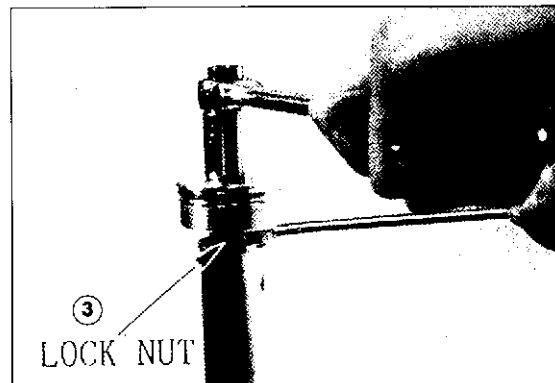
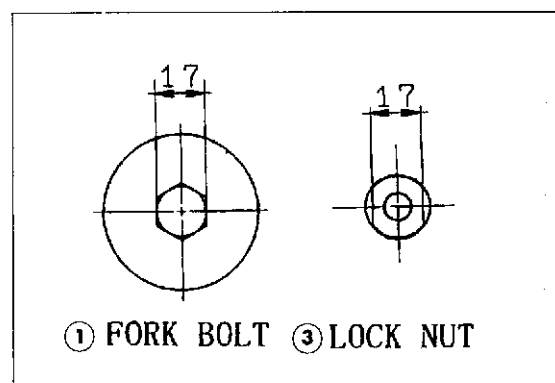

Fig. 1
Fig. 1A
2) Svitare il dado di bloccaggio del tappo superiore (Fig. 1). Rimuovere il tappo superiore dall'asta del pompante (Fig. 1A).